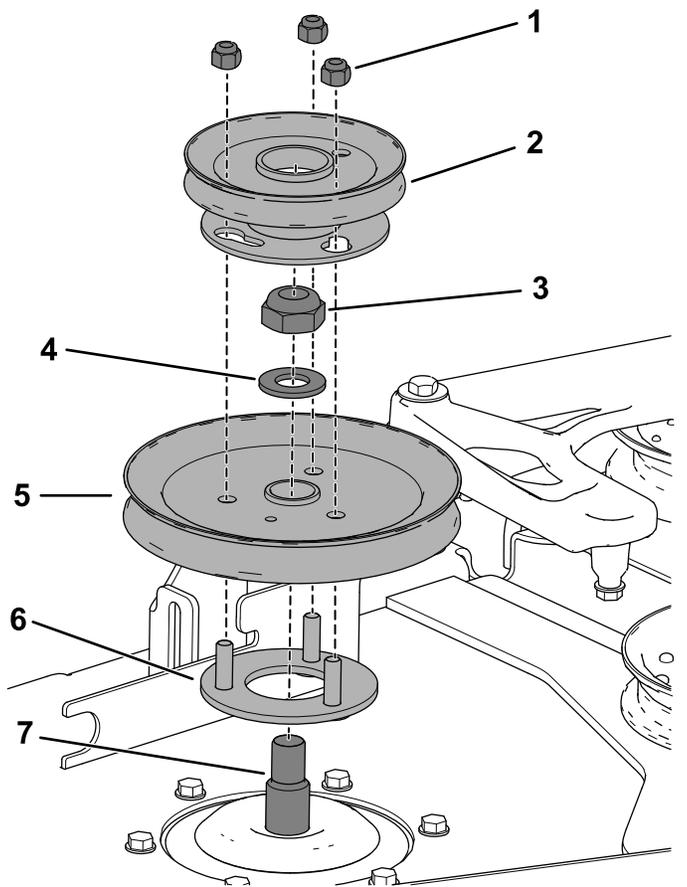

Bild 29
Bohrungen der Riemenscheibe des Mähwerks (Bild 29).
- B. Befestigen Sie die Riemenscheibe des Mähwerks mit den vorher entfernten Sicherungsmutter ($\frac{3}{4}$ ") und Scheibe an der Spindelwelle (Bild 29).
- D. Setzen Sie die Gebläseriemenscheibe auf die Gewindestifte auf und schrauben Sie die Sicherungsmutter handfest an (Bild 29).